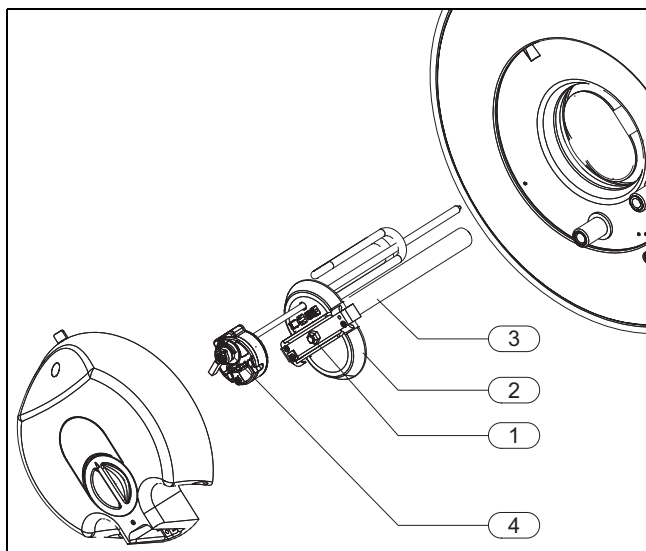

Fig. 13 Acesso e identificação dos componentes internos
- ▶ Desapertar a porca de fixação da flange (Fig. 13, [1]).
- ▶ Retirar a flange do interior do termoacumulador (Fig. 13, [2]).